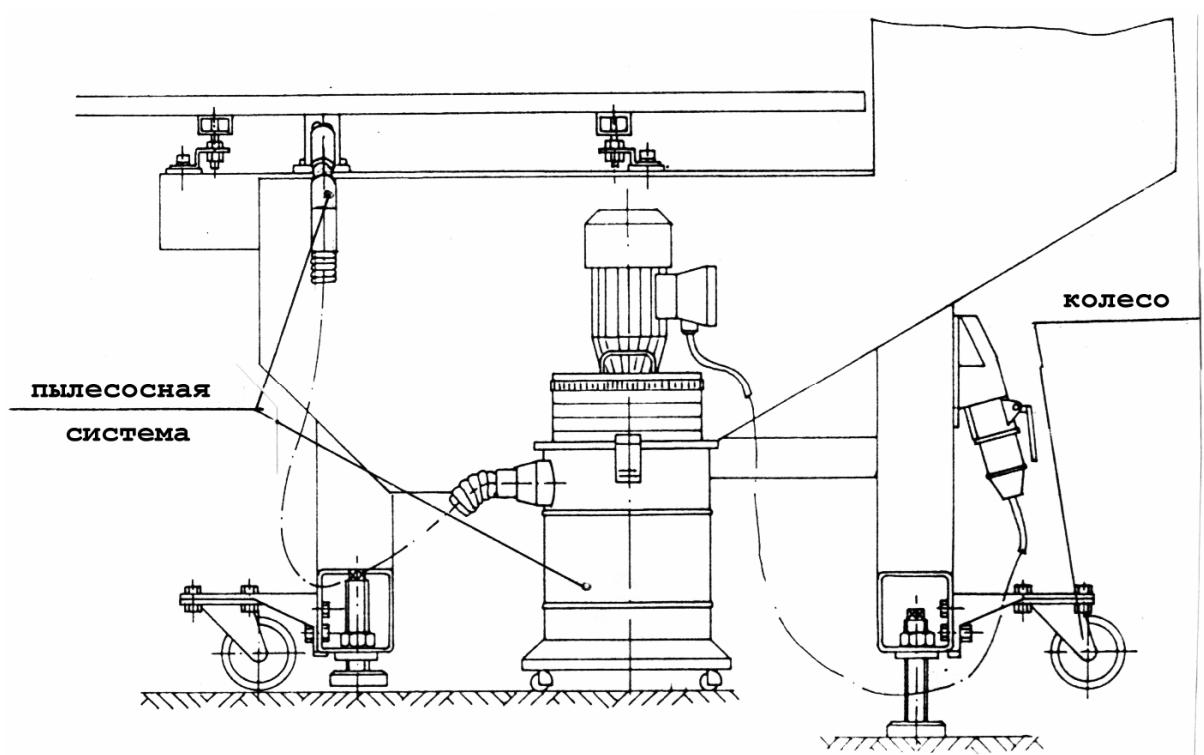

Рис. 1 Специальное оснащение
- пылесосной системой с трехфазным двигателем (рис. 1).
- открыть крышки кожухов раскройной машины в следующей последовательности: верхняя (16), нижняя (14) и средняя (17) - рис. 1,